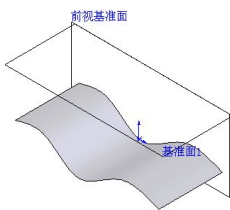

图 7-9 生成基准面 1
(3) 单击【参考几何体】工具栏中的【基准面】按钮，系统打开【基准面】属性管理器。在【选择】选项组中，单击【参考实体】选择框，在【特征管理器设计树】中单击【上视基准面】图标，设置【距离】为 50mm，如图 7-8 所示，在图形区域上视基准面上方 50mm 处生成基准面 1，如图 7-9 所示。